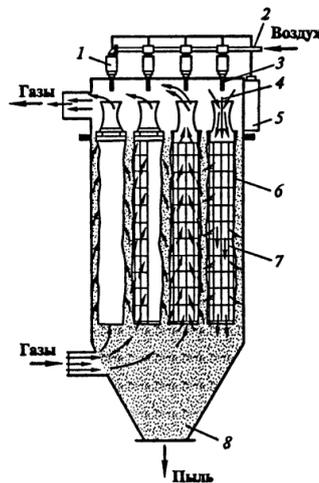

Рисунок 2
22. Укажите основные конструкционные элементы каркасного рукавного фильтра (рис. 2): а – соленоидный клапан; б – труба для ввода сжатого воздуха; в – сопло; г – струя сжатого воздуха; д – прибор автоматического управления регенерацией; е – каркас; ж – рукав; з – бункер.